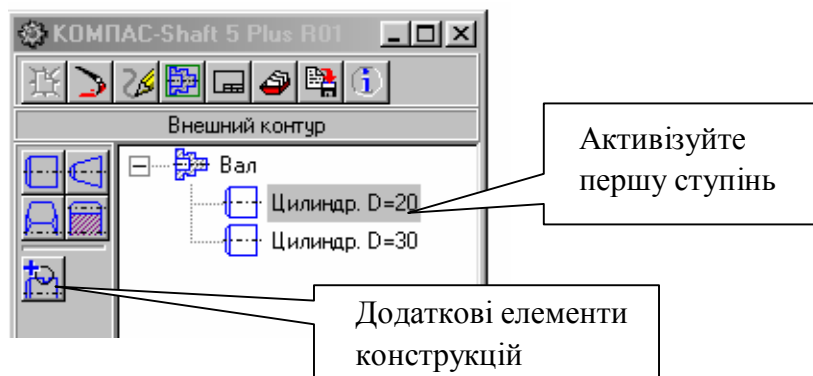

Рис. 69.
10. Для виконання різьби активізуйте першу циліндричну ступінь, рис. 69. Активізуйте кнопку *Додаткові елементи конструкцій*.